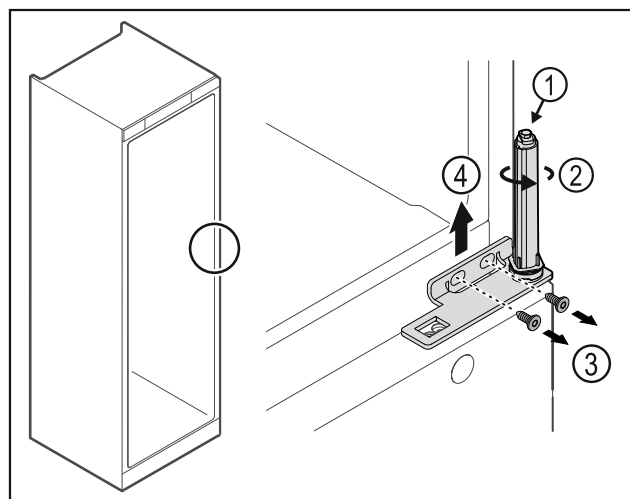

Fig. 32
- ▶ 请勿拆解关门系统 Fig. 32 (1)。
- ▶ 转动关门系统 Fig. 32 (2)，直至听到咔嚓声。
- ▶ 松开螺栓 Fig. 32 (3)，朝上取下合页角铁 Fig. 32 (4)。